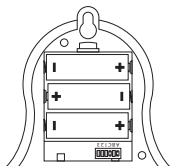

Figure 3
3. **Installez 3 piles alcalines « AA ».** Prenez soin d'orienter les piles correctement (voir la Figure 3).